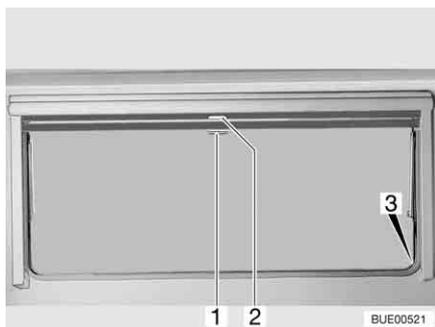

Fig. 84 Ventana abatible
- Tirar del asidero (Fig. 84,2) de la persiana oscurecedora enrollable hacia abajo. Cuando la persiana oscurecedora enrollable se cierre por completo, encajarla en el bloqueo (Fig. 84,3) a ambos lados del marco de la ventana.
- Cuando la persiana oscurecedora enrollable está completamente cerrada: Presionar el tirador (Fig. 84,2) hacia abajo y tirarlo ligeramente hacia dentro. Desenganchar la persiana oscurecedora enrollable de los bloqueos a izquierda y derecha del marco de la ventana.
- Cuando la persiana oscurecedora enrollable se encuentre en una posición intermedia: Tirar ligeramente del asidero (Fig. 84,2) hacia abajo, hasta que se hay soltado el bloqueo.
- Tirar hacia abajo de la mosquitera enrollable (Fig. 84,1) y engancharla en el bloqueo (Fig. 84,3) a ambos lados del marco de la ventana.
- Presionar el tirador (Fig. 84,1) hacia abajo y tirarlo ligeramente hacia dentro. Desenganchar la mosquitera enrollable de los bloqueos a izquierda y derecha del marco de la ventana.